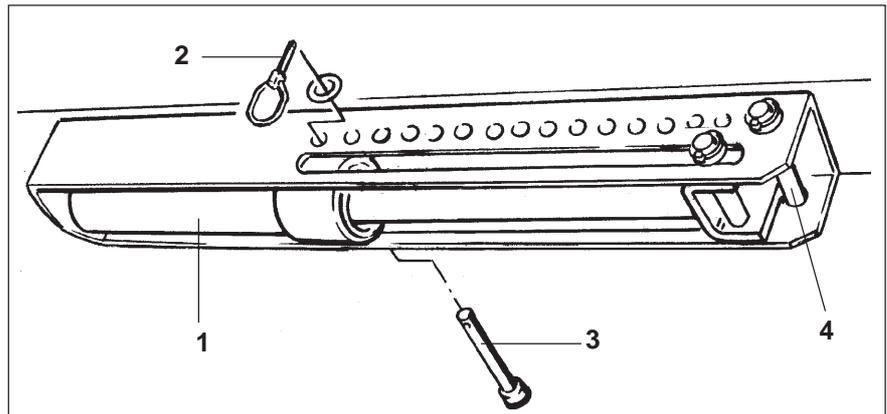

Fig. 22.5
Dos pernos (figs. 22.5/3 y 22.5/4) situados en la carcasa de reglaje sirven de topes del cilindro hidráulico (fig. 22.5/1). El extremo del cilindro hidráulico se apoya en el perno (fig. 22.5/3) cuando no se manda presión, y en el perno (fig. 22.5/4) cuando se manda presión al cilindro.
- Mandar presión al cilindro hidráulico (fig. 22.5/1).
- Introducir el perno (fig. 22.5/3) en un orificio de la carcasa de reglaje y asegurarlo con un pasador (fig. 22.5/2).
Cuanto más a la derecha esté situado el perno (fig. 22.5/3) en la carcasa de reglaje, mayor será la presión de las rejillas.